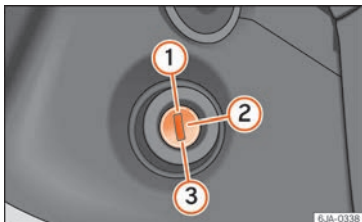

Fig. 211 Posiciones de la llave de contacto.
- Durante la marcha con el motor parado, la llave de encendido tiene que estar siempre en la posición ② »» fig. 211 »» pág. 211 (encendido conectado). Esta posición se señala encendiéndose los testigos de control. De no respetar esta regla, podría producirse inesperadamente el bloqueo de la dirección – ¡Peligro de accidente!
- El motor de arranque se puede accionar (posición de la llave en el encendido ③ »» fig. 211 »» pág. 211) sólo si el motor está parado. Al accionar el motor de arranque con el motor en movimiento, este puede sufrir daños.
- Pise el pedal del embrague a fondo y arranque el motor  » **fig. 211** » **pág. 211**, sin pisar el pedal de gas. Mantenga pulsado el pedal del embrague hasta que el motor no arranque.
Pare el motor girando la llave del encendido hasta la posición  » **fig. 211** » **pág. 211**.